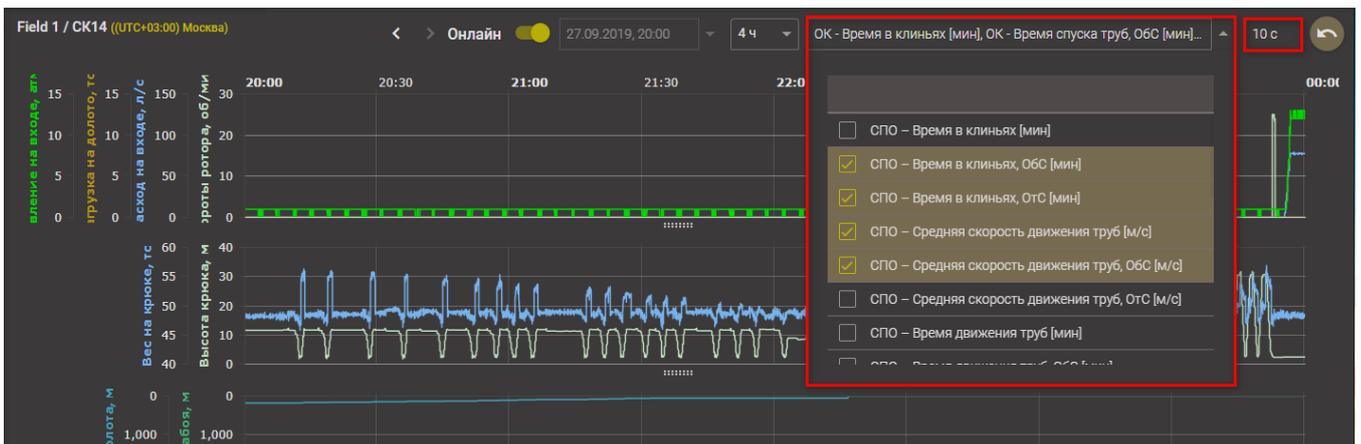

Рис. 2.104
4. Выбор показателей эффективности для отображения на графике (возможен множественный выбор) (рис. 2.104);
5. Настройка времени для обновления вкладки, значение вводится с клавиатуры (рис. 2.104);